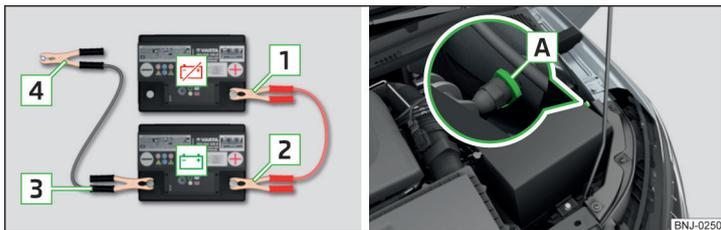

Fig. 188 Ayuda de arranque: - batería descargada, - batería que suministra corriente / punto de masa del motor en el sistema START-STOP
- En vehículos **con** el sistema START-STOP, fijar el borne **4** en el punto de masa del motor **A** » fig. 188.